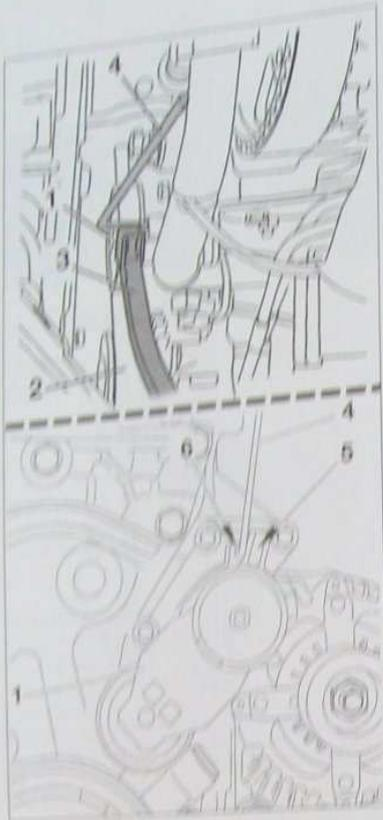

FIG. 15
- Détendre le galet tendeur (1) de courroie d'accessoires (2) (sens horaire) (à l'aide de l'outil (3) réf. 0194. E) (Fig.15).
- Mettre en place la pige de verrouillage du galet (outil (4) réf. 0194. F).